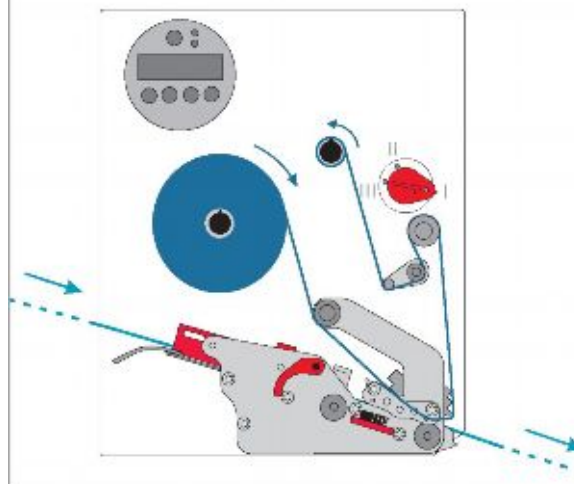
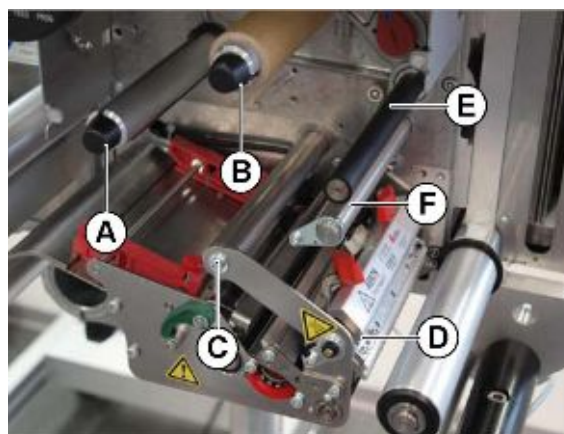

Рис. 22. Траектория протяжки риббона.
Рис. 23. Принтер с открытой крышкой.
3. Наденьте новый рулон на сердечник размотки риббона (Рис. 23А). Наденьте пустую катушку на сердечник намотки риббона (Рис. 23В).
4. Протяните конец ленты под направляющим валиком (Рис. 23С) и заправьте риббон в печатающую головку с боковой стороны (Рис. 23D).
6. Протяните риббон кверху, как показано на Рис. 22, а затем через валики Е и F (Рис. 23).